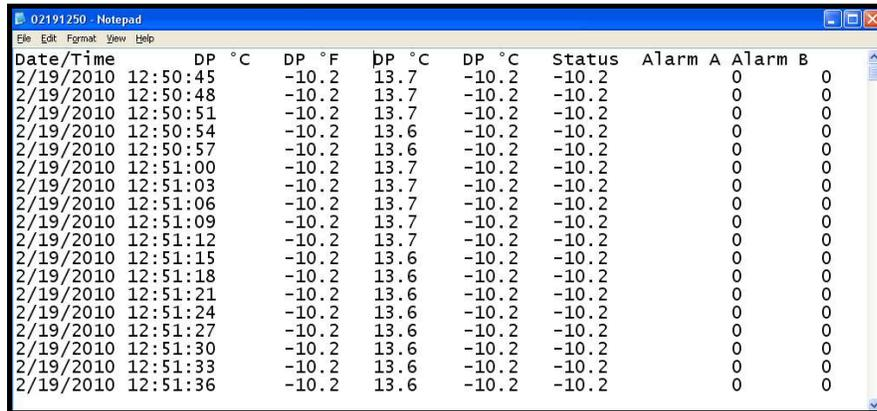

Figura 59: Blocco note con i file di registro
3. Fare clic sul file desiderato, compare una schermata simile a Figura 59.